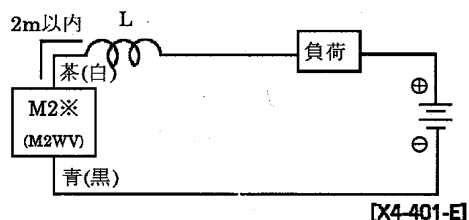
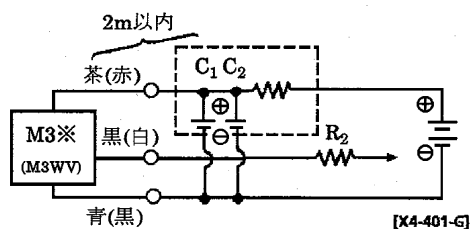

図5 ● チョークコイル
図7
- リード線配線長が10mを越える場合は、図5、6(M2※・M2WVの場合)、図7(M3※・M3WVの場合)に示す保護回路を必ず設けてください。